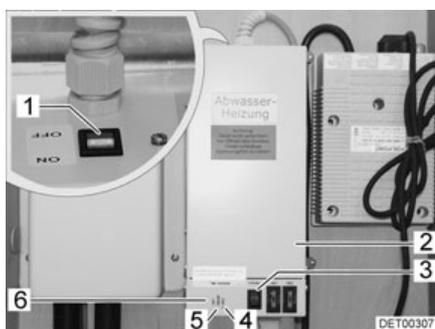

Fig. 128 Transformateur avec régulateur
Le transformateur 230 V AC/12 V DC (Fig. 128,2) est, suivant le modèle, monté dans la penderie ou dans la banquette de la dînette.
- Le voyant de contrôle (Fig. 128,5) s'allume en vert : Régulateur en marche
- Les voyants de contrôle (Fig. 128, 4 et 6) s'allument en rouge : Les conduites des eaux usées sont chauffées
Un bouton-poussoir de contrôle (Fig. 128,3) est intégré dans le boîtier, ce bouton permet d'enclencher brièvement le régulateur. En appuyant sur le bouton-poussoir de contrôle, vous pouvez tester le fonctionnement du chauffage, même si la température ambiante est supérieure à 5 °C.
- Placer l'interrupteur (Fig. 128,1) du transformateur (Fig. 128,2) sur "ON".
- Placer l'interrupteur (Fig. 128,1) du transformateur (Fig. 128,2) sur "OFF".